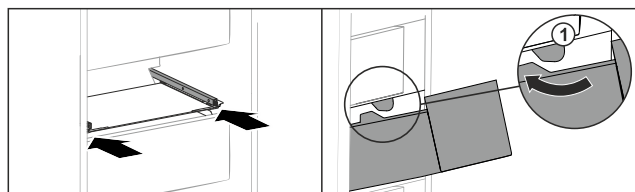

Fig. 153
- ▶ Schubfach um die Stopper Fig. 153 (1) herumführen.